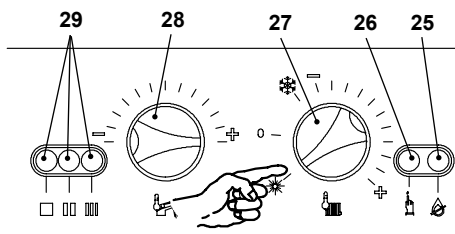

Figura 9.13
- Alimentate elettricamente la caldaia azionando l'interruttore bipolare previsto nell'installazione; la lampada di segnalazione 29 in Figura 9.13 lampeggia ogni 4 secondi.
- Posizionare il selettore 27 come indicato in Figura 9.13; la lampada di segnalazione 29 lampeggia ad intermittenza circa ogni 2 secondi.
- Tenere premuto il pulsante di ripristino 26 in Figura 9.13 per circa 10 secondi, la lampada di blocco 25 in Figura 9.13 inizierà a lampeggiare.
Ripremere il pulsante di ripristino 26 in Figura 9.13 per circa 5 secondi, la lampada